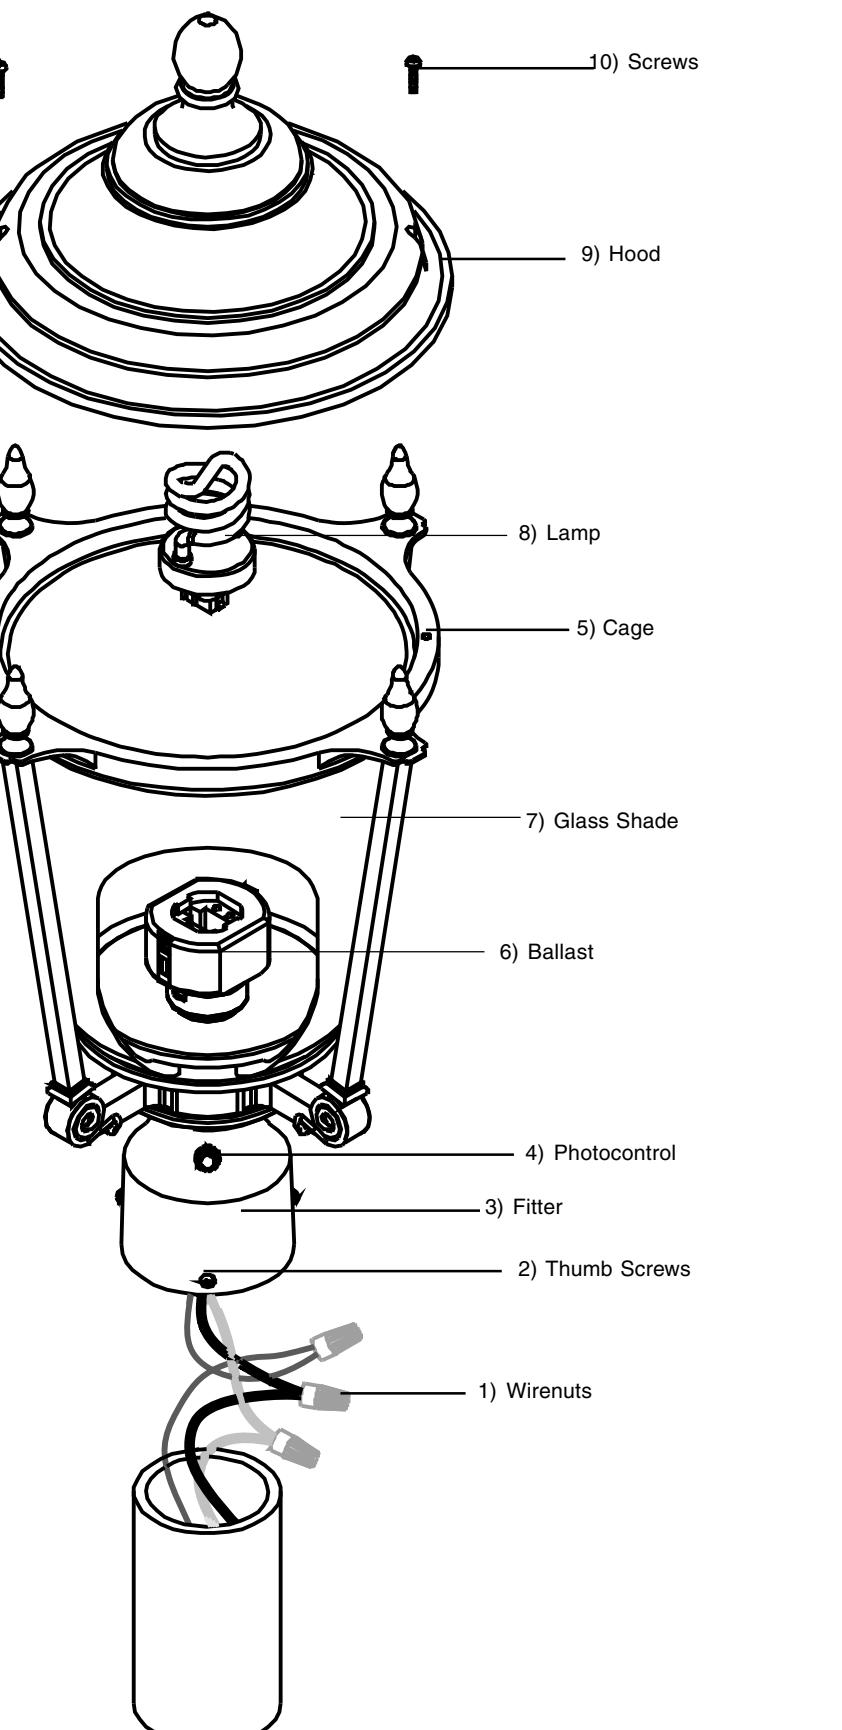

Figure 1
2. **With the power turned off, hold the fixture firmly** and connect the copper ground wire from the fixture to the bare copper power supply ground wire with a Wirenut (1). (If power supply wiring does not include a ground wire, consult your local electrical code for approved grounding methods). **See Fig. 1.**
3. Use Wirenuts (1) to connect black fixture wire to the black power supply wire and white fixture wire to the white power supply wire. **See Fig. 1.**
4. Tuck wires into Post.**5. Loosen Thumb Screws (2) on Fitter (3). See Fig. 1.****6. Position the Fitter (3) over Post** and secure fixture to Post by tightening three Thumb Screws (2).**7. Install Lamp by removing two Screws (10)** from Cage (5) and lifting off the Hood (11).**8. Insert the Lamp (8)** by aligning pins on lamp with holes in ballast and pushing lamp in. *Note: Do not twist lamp.*
Obtain replacement Ballast and reinstall in reverse order.**9. Turn on electricity** at fuse or circuit breaker box and verify success of installation.**10. Replace Hood (11) on top of fixture and secure with two Screws (12). See Fig. 1.****Trouble Shooting Guide**
(800) 748-5070.**4. Tuck wires into Post.****5. Loosen Thumb Screws (2) on Fitter (3). See Fig. 1.****6. Position the Fitter (3) over Post** and secure fixture to Post by tightening three Thumb Screws (2).**7. Install Lamp by removing two Screws (10)****8. Insert the Lamp (8)****9. Turn on electricity****10. Replace Hood (11)***Learn to light your home like a pro!***LIGHTAHOME.COM**
2. **Con la electricidad apagada, sostenga** el luminario firmemente y conecte el alambre de cobre de conexión a tierra del luminario al alambre de cobre descubierto de conexión a tierra de suministro de electricidad con un Capuchón de Alambres (1). (Si el alambrado de suministro no incluye un alambre de conexión a tierra, consulte su código eléctrico local para métodos aprobados de conexión a tierra). **Vea Fig. 1.**
3. Use Capuchones de Alambres (1) para conectar el alambre negro del luminario al alambre negro de suministro de electricidad y el alambre blanco del luminario al alambre blanco de suministro de electricidad. **Vea Fig. 1.**
4. Meta los alambres dentro del Poste.**5. Suelte los Tornillos de Apriete Manual (2) en el Ajustador (3). Vea Fig. 1.****6. Coloque al Ajustador (3) sobre el Poste** y asegure el luminario al Poste apretando los tres Tornillos de Apriete Manual (2).**7. Instale la Lámpara quitando los dos tornillos (1) de la Jaula (5) y levantando la Capota (11) para quitarla.****8. Inserte la Lámpara (8) alineando las clavijas en la lámpara con los agujeros en el balastro y empujando la lámpara hacia abajo. Nota: No gire la lámpara.**
10. Reemplace la Capota (11) encima del luminario y asegure con dos Tornillos (12). Vea Fig. 1.**Guía de Localización de Averías**